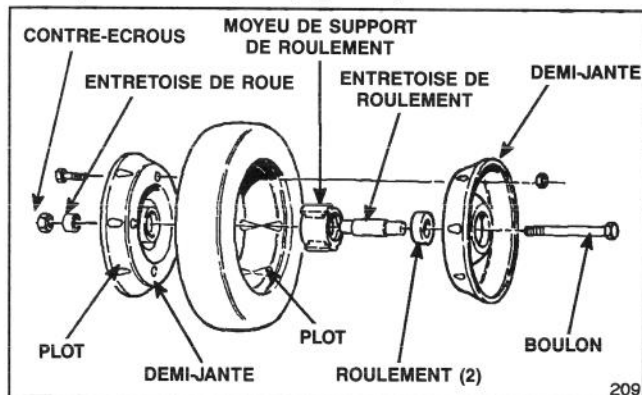

Figure 31
1. Arrêtez le moteur et retirez le boulon, l'entretoise et le contre-écrou qui fixent la roue au bras pivotant (figure 31).
2. Détachez les deux demi-jantes du pneu en retirant les quatre boulons à tête à collerette et contre-écrous (figure 31).
1. Positionnez le pneu sur une demi-jante en faisant correspondre leurs plots (figure 31).